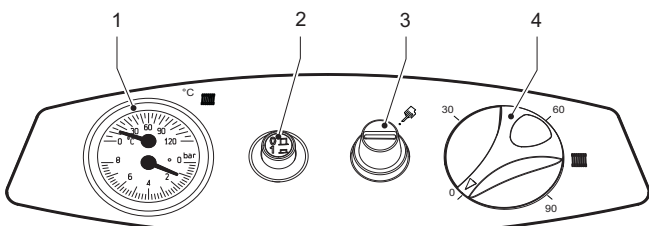

рис. 1 - Панель управления
- Поместите термостат регулировки котла (поз. 4 - рис. 1) на минимальное значение.
- Поместите термостат регулировки котла (поз. 4 - рис. 1) на требуемое температурное значение (не менее 50°).
Если повернуть термостат регулировки котла 4 (рис. 1) по часовой стрелке, температура воды в системе отопления повышается, и наоборот, против часовой стрелки - уменьшается. Температуру воды в системе отопления можно регулировать в пределах от 30° до 90°. Однако не рекомендуется эксплуатировать котел при температуре ниже 45°.
Задайте с помощью комнатного термостата нужную температуру внутри помещения. По команде от комнатного термостата котел нагревает воду в системе отопления до температуры, заданной с помощью термостата регулировки котла 4 (рис. 1). При достижении в помещении желаемой температуры котел выключается.
При заполнении холодной системы отопления, давление воды, контролируемое по показанию установленного на котле термогигрометра (поз. 1 - рис. 1), должна составлять примерно 1,0 бар. Если во время работы давление воды в системе упало (из-за испарения растворенных в воде газов) до величины ниже вышеуказанного минимума, пользователь должен открыть кран подачи воды и довести давление до первоначального значения. По окончании операции всегда закрывайте кран подачи воды.
Блокировка котла вследствие недостаточного удаления продуктов сгорания	Откройте крышку термостата дымовых газов (поз. 3 - рис. 1) и нажмите на кнопку под ним. В случае повторяющихся блокировок котла обратитесь в ближайший сервисный центр